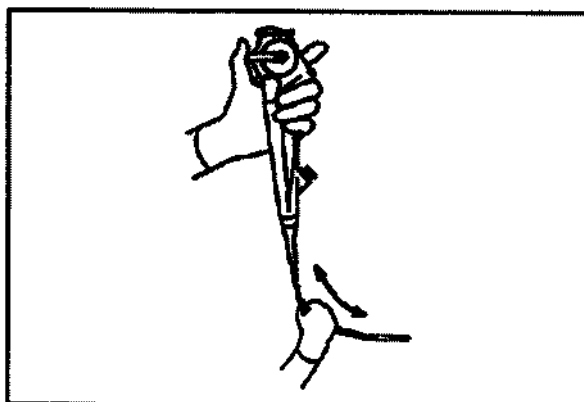

Рис. 3.1 Осмотр видеэндоскопа.
4. Одной рукой удерживая рукоятку, другой рукой всю поверхность вводимой части и легко поглаживая в двух направлениях. (См. рис. 3.1). Убедитесь, что из выступа вставки, вставленного в трубу, нет никаких предметов или проводов, а также убедитесь, что нет ненормальных твердых частиц.